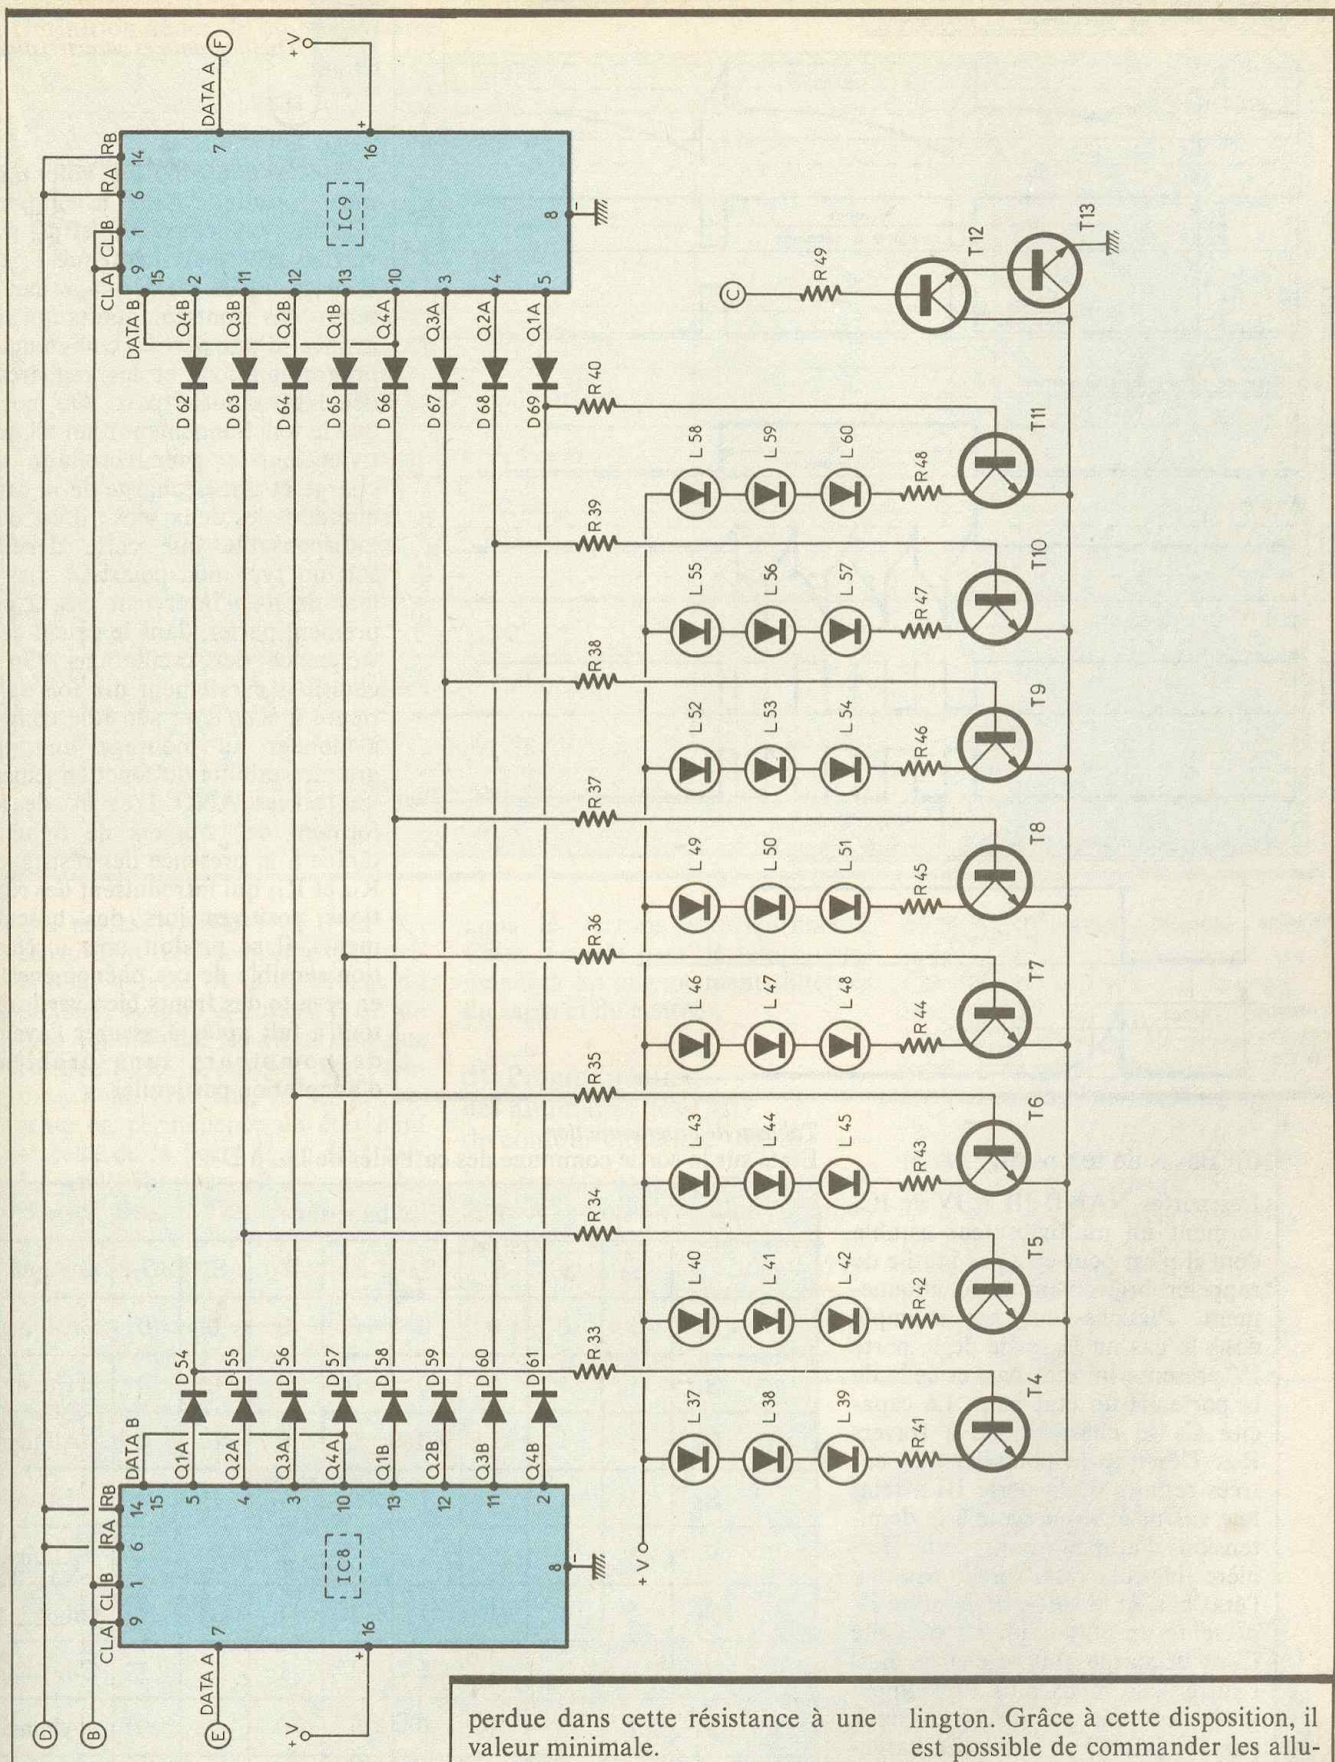

Fig. 4 Les registres à décalage et l'allumage des LED du contour circulaire.
f) Les registres à décalage (fig. 4)
f) Allumage des LED du contour circulaire (fig. 4)